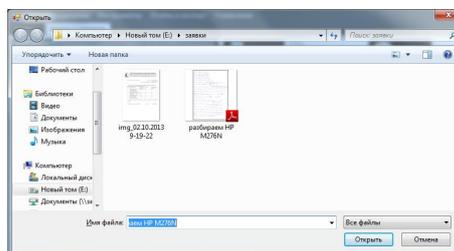

Рисунок 96
- В открывшемся окне – Открыть (рис.96), выберите файл загружаемого документа и подтвердите выбор, нажав кнопку - Открыть.